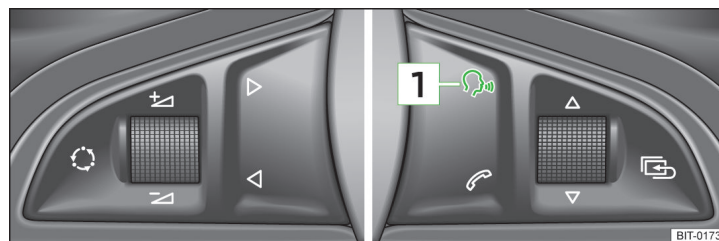

Abb. 95 Multifunktionslenkrad: Sprachbedienung
Durch kurzes Drücken der Taste **1** » Abb. 95 am Multifunktionslenkrad.
Wenn das System gerade eine Meldung abspielt, dann ist es notwendig, die gerade abgespielte Meldung durch kurzes Drücken der Taste **1** » Abb. 95 am Multifunktionslenkrad zu beenden.
- › durch kurzes Drücken der Taste **1** » Abb. 95 am Multifunktionslenkrad.